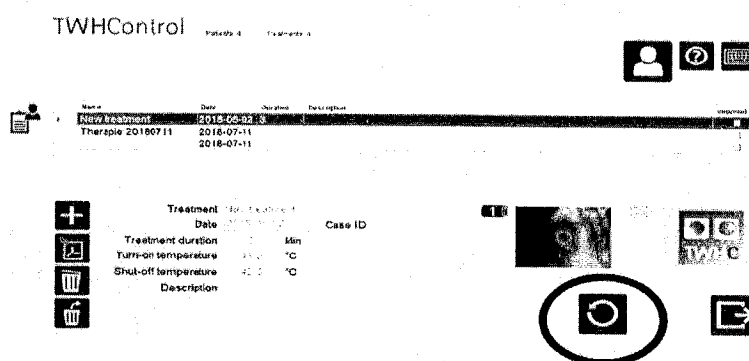

Рис. 49. Открытие завершенной процедуры лечения из области лечения
- Можно переключиться в **область лечения**, выбрать там нужную процедуру лечения, а затем её воспроизвести (см. рис. 49).